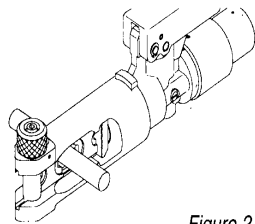

Figure 2
- Mettre le connecteur à sertir dans le tête de sertissage entre les deux matrices (figure 2)